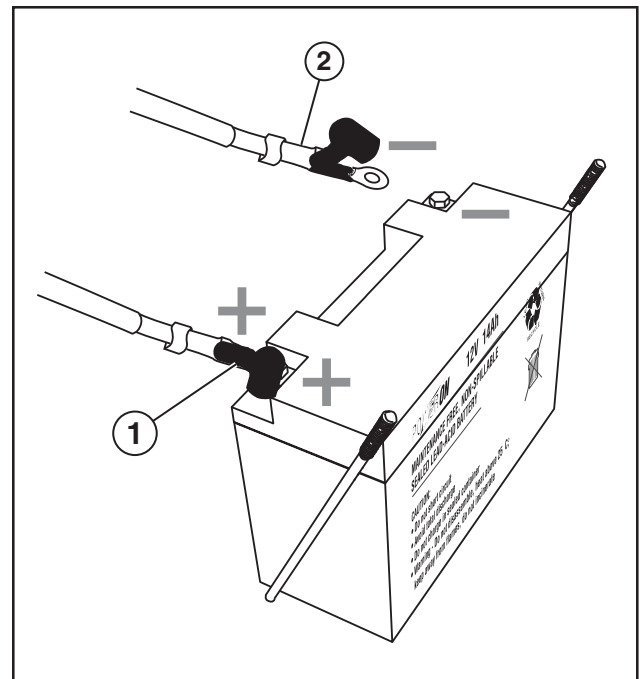

Figura 8 – Conexión del cable (negro) negativo (-) de la batería
4. Tire hacia atrás el capuchón negro y sujete bien el cable negro (-) de la batería (capuchón negro) al terminal negativo (-) de la batería como se indica en la *Figura 8*. Reponga el capuchón negro para que proteja la lengüeta del cable y el terminal de la batería.